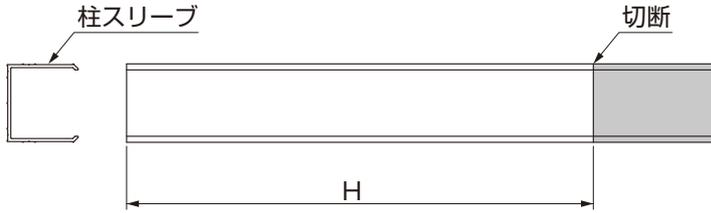

図9-4
①柱スリーブをH寸法に切断してください。(図9-4、表9-2参照)